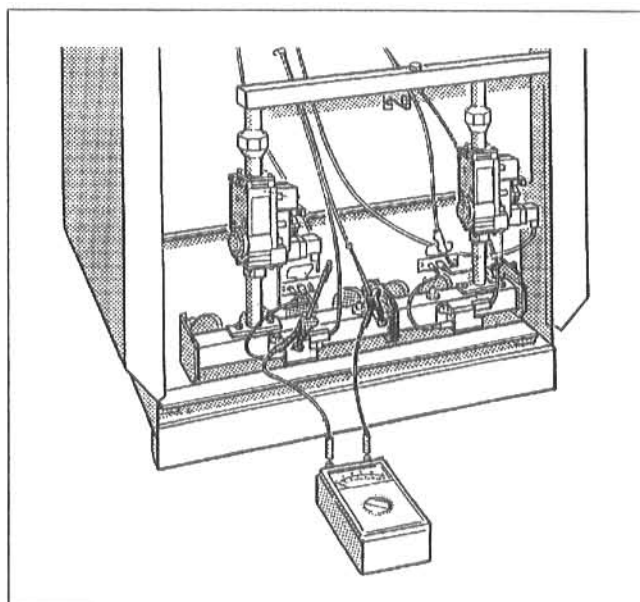

Fig. 32: Măsurarea curentului de ionizare
- Aparatul de măsură se racordează la cablul de supraveghere și electrodul de supraveghere în serie (Fig. 32). La aparatul de măsură se alege intervalul μA de curent continuu.